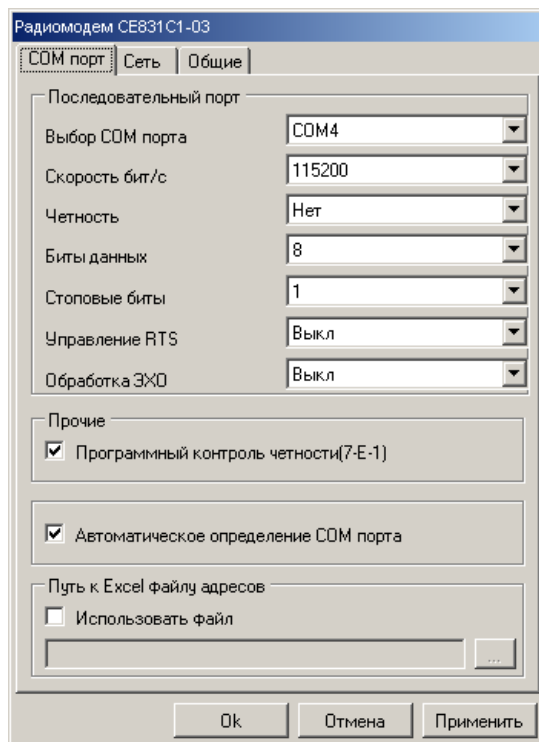

Рисунок 4.6 - Окно редактирования настроек канала связи «CE831C1-03»,
4.8 Выберите профиль настроек протокола обмена «ГОСТ Р МЭК 61107-2001» и нажмите кнопку «Свойства» на панели задач. В результате откроется окно редактирования настроек протокола обмена (рисунок 4.6).